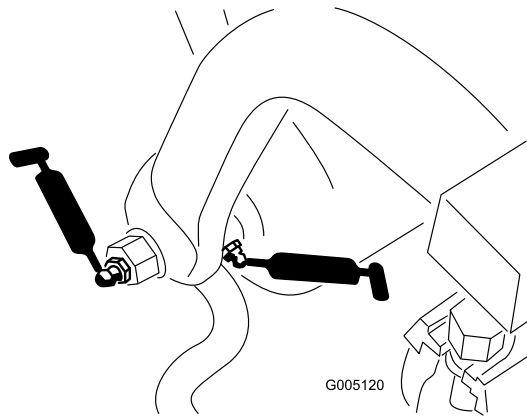

Figura 33
- Rullo e albero del telaio di trazione (12) (Figura 33)